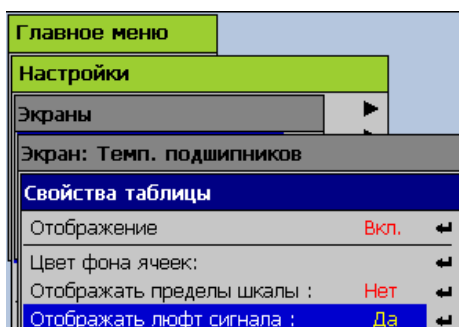

Рисунок 2.44
Неподвижные фоновые элементы мнемосхемы создаются на ПК с помощью любой программы редактирования растровых изображений и сохраняются в графический файл. В качестве изображения также может использоваться непосредственно фотография, контролируемого объекта или узла. Рекомендуемый размер файла изображения не должен превышать 1280x1024 точек. Допустимые расширения файлов изображений: \*.bmp, \*.jpg, \*.gif, \*.png. Все изображения, предназначенные для использования в мнемосхемах регистратора, загружаются на USB-flash накопитель в директорию **PMT\_IMG** (все символы латинского алфавита!). Для добавления/изменения фонового изображения мнемосхемы используется первый слева элемент (1) на панели инструментов (см. рисунок 2.44а), после нажатия Enter на котором произойдет считывание с вставленного заранее съемного USB-flash накопителя файлов изображений и отображение их в списке (б) для выбора.
Рисунок 2.44а
Рисунок 2.44в